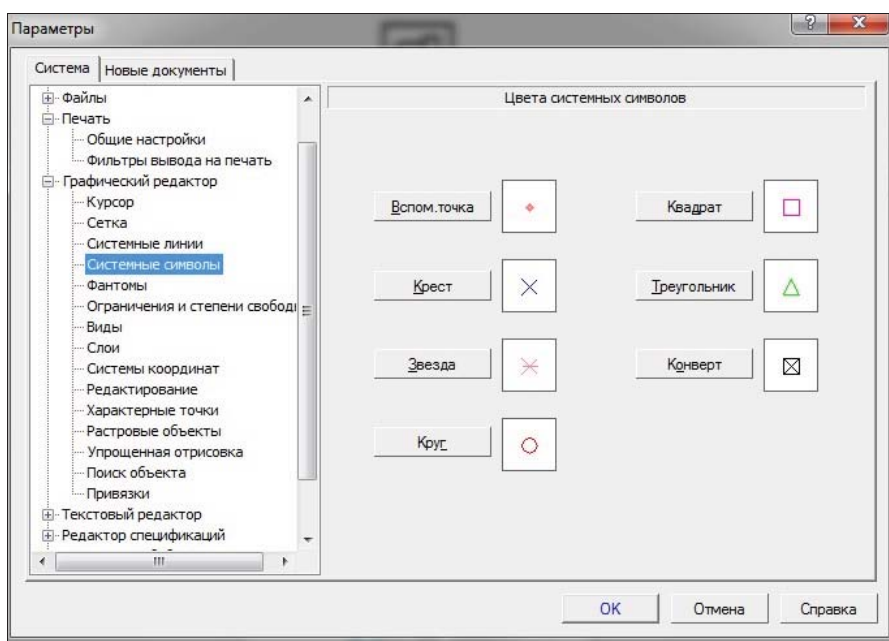

Рис. 17.6. Диалоговое окно Параметры с открытой панелью Цвета системных символов
- ◆ щелкните ЛК мыши по пункту **Системные символы** — в правой части появилась панель **Цвета системных символов** (рис. 17.6). На ней вы можете установить цвета системных символов, нажав любую из кнопок и выбрав в диалоговом окне желаемый цвет;